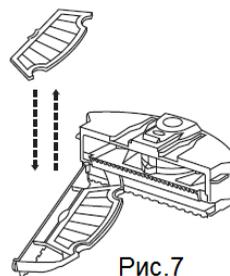

Рис.7
- 5) Установите новый фильтр, нажмите на полукруглую защелку одной рукой, чтобы отсоединить крепление от держателя фильтра, и удалите сетку фильтра другой рукой, а затем установите новый фильтр. (См.Рис.7)